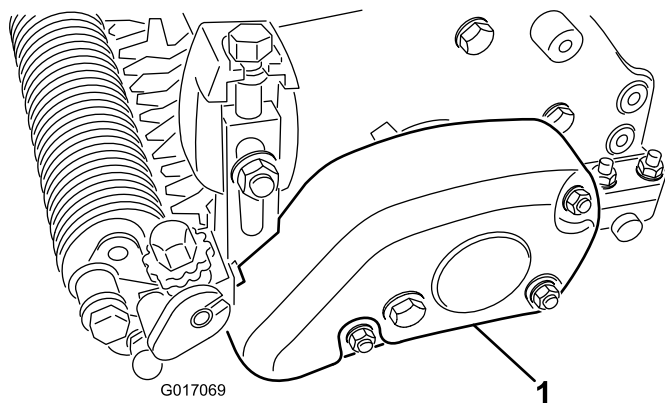

Figura 16
31. Montate il copricinghia sul gruppo di alloggiamento del groomer con 3 dadi di bloccaggio (**Figura 16**).